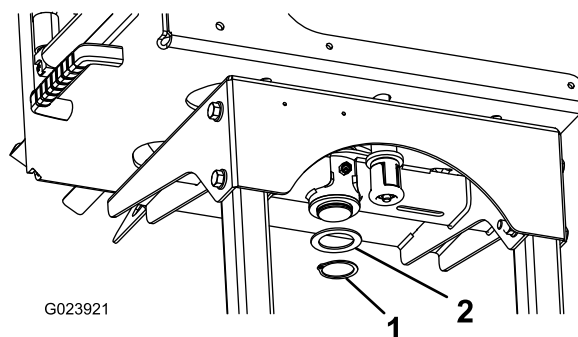

図 5
4. ホースリールフレームの下側で、スイベルプレートの柱にスラストワッシャとスナップリングを取り付ける 図 5。